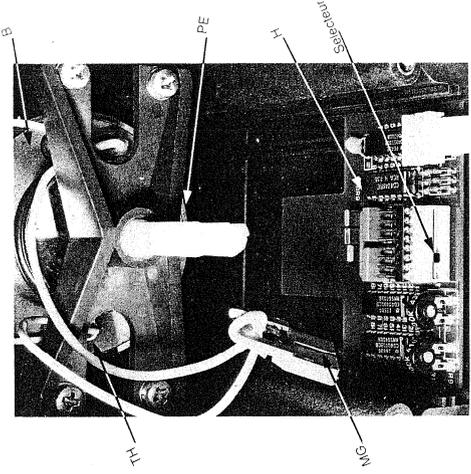

Fig. 5 Vue intérieure du corps de la pompe avec platine de temps de contrôle
### 3.4.2 Corps de la pompe avec aimant d'entraînement (figure 5).
La figure 5 présente une vue dans le corps noir de la pompe. L'aimant d'entraînement de courte course (B) est bien visible. Le raccordement du fil de terre (E) est situé sous l'aimant, à gauche le fusible de protection thermique (H) qui protège l'aimant contre toute surchauffe. En dessous, on peut distinguer la platine supplémentaire (F) de l'option "Temps de contrôle", avec le sélecteur sur lequel huit plages de contrôle entre 1 minute et 6 heures peuvent être réglées.